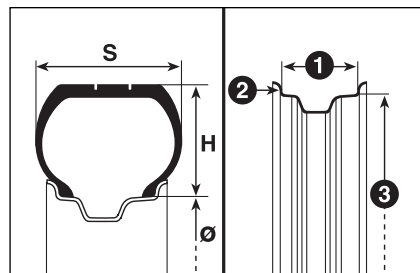

fig. 5
LEITURA CORRECTA DO PNEU fig. 5
dos pneus para a neve****QM + S** = até 160 km/h.**TM + S** = até 190 km/h.**HM + S** = até 210 km/h.**LEITURA CORRECTA****DA JANTE fig. 5****Exemplo: 6 1/2 J x 15 H2 ET43****6 1/2** = largura da jante em polegadas (1).**J** = perfil do balcão (ressalto lateral onde apoia o talão do pneu) (2).**15** = diâmetro de montagem em polegadas (corresponde aquele do pneu que deve ser montado) (3 = Ø).**H2** = forma e número dos "hump" (ressalto circunferencial, que segura na sede o talão do pneu Tubeless na jante).**ET43** = cambagem da roda (distância entre o plano de apoio do disco/jante e distância da jante roda).